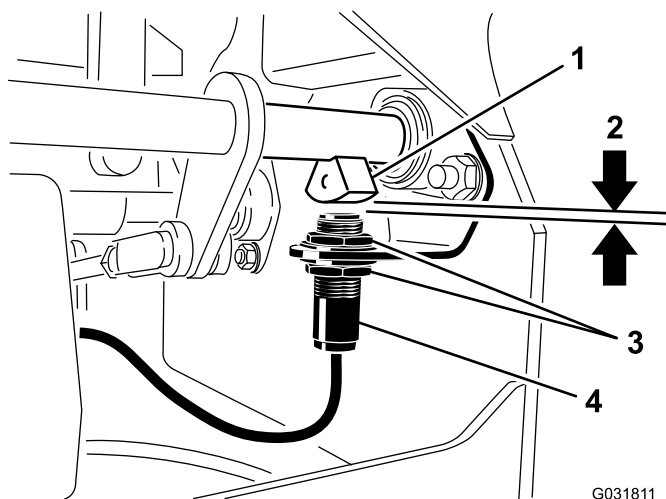

Figura 48
4. Desloque o interruptor para cima ou para baixo no suporte até que a distância entre o sensor do eixo do travão e o êmbolo do interruptor seja de 4 mm, como se mostra na Figura 48.